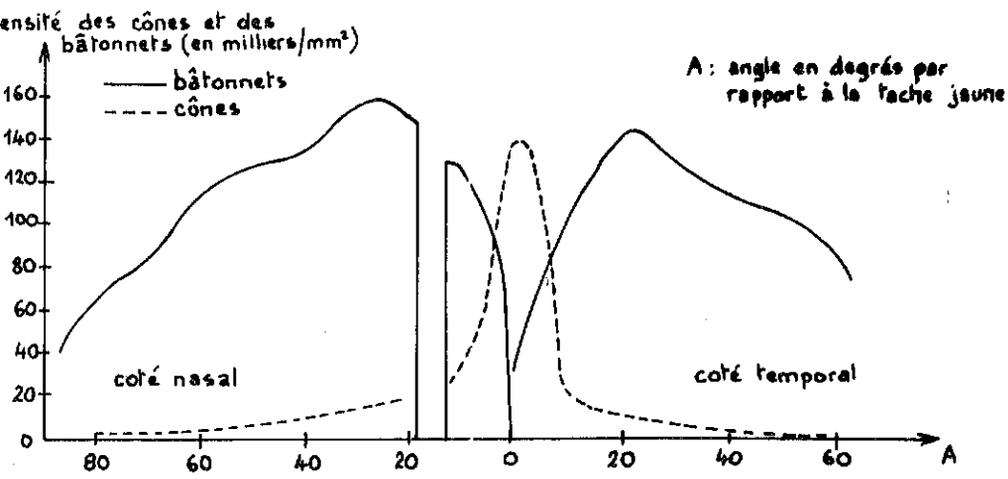

Figure 7
- 3.2. La figure 7 indique la répartition pour l'oeil droit, des cellules à cônes et à bâtonnets dans la rétine.